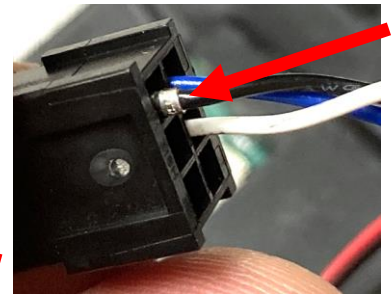

Figura 6.1
3. Asegúrese de que no haya pines sueltos (consulte la Figura 6.1). Si es así, empuje suavemente la terminal dentro del conector y tire suavemente de ellas para asegurarse de que estén aseguradas en el conector.